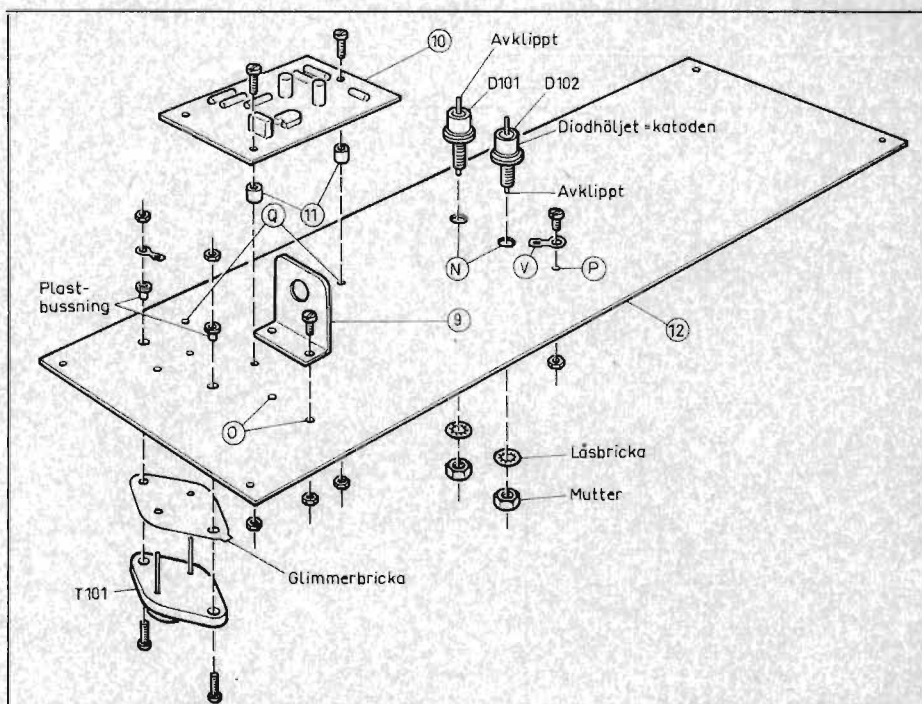

Fig 6
Vi kan nu övergå till att montera nätdelens chassiplåt (12), se fig. 6.
() Transistorn T101 monteras isolerad från chassiplåten med en glimmerbricka och två plastbussningar. Denna montering måste göras med omsorg, enär en kortslutning mellan transistorns hölje och chassiplåten skulle äventyra hela förstärkarens funktion, transistorns kollektoranslutning är nämligen metalliskt förbunden med transistorns hölje. Av fig. 6 framgår hur transistorn skall monteras. Observera att ett lödstift skruvas fast på en av plastbussningarna, så att en lödförbindelse med kollektorn i T101 erhålles.
() Kretskortet (10) kan nu fastmonteras i nätaggregatets chassiplåt (12) med tre skruvar M3×12 och med hjälp av distanshylsor, (11) i fig. 6.